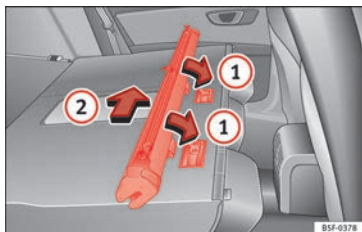

Fig. 170 Monter le filet de séparation sur le dossier de la banquette arrière.
- Placez la structure du filet sur les renforcements des rails de fixation dans le sens des flèches »» **fig. 170** ①.
- Poussez la structure vers le côté gauche du véhicule dans le sens de la flèche »» **fig. 170** ② et jusqu'à la butée.
- Tirez la structure du filet de 5 cm environ dans le sens contraire à celui de la flèche »» **fig. 170** ②.
- Retirez la structure du rail de maintien en tirant dans le sens contraire à celui des flèches »» **fig. 170** ①.